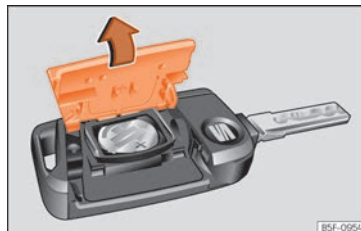

Fig. 74 Chave do veículo: abertura da tampa do compartimento da pilha.
- Retire a tampa na parte traseira da chave do veículo »»» **Fig. 74** na direção da seta »»» ❶.
- Coloque a tampa tal como se mostra »»» **Fig. 74** e pressione-a na carcaça da chave do veículo, no sentido contrário ao da seta, até que encaixe.